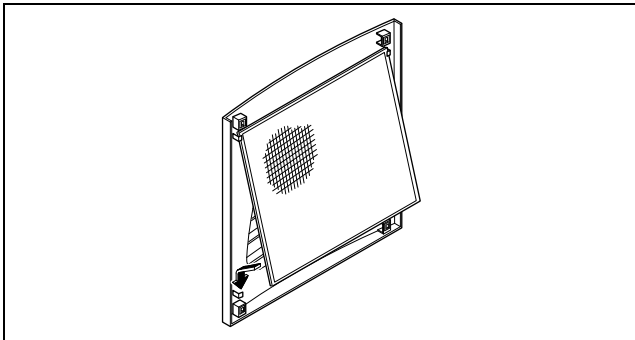

Abb. 16: Filtermatte einbauen
- Legen Sie die Filtermatte wie in Abb. 16 gezeigt in das Lamellengitter ein und drücken Sie es wieder auf das Gehäuse.